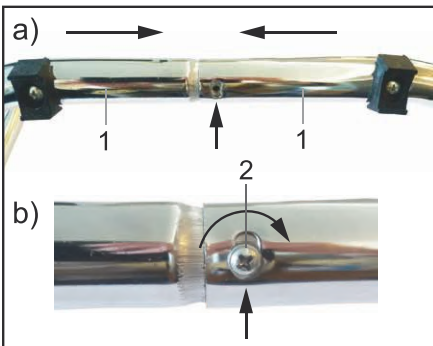

Fig.43: Montage standaard
7. Steek beide helften van de standaard (1) zoals in afb. 43 a) in elkaar.
8. Schroef deze met de kruiskopschroef met lenskop (2) vast. Zie afb. 43 b).